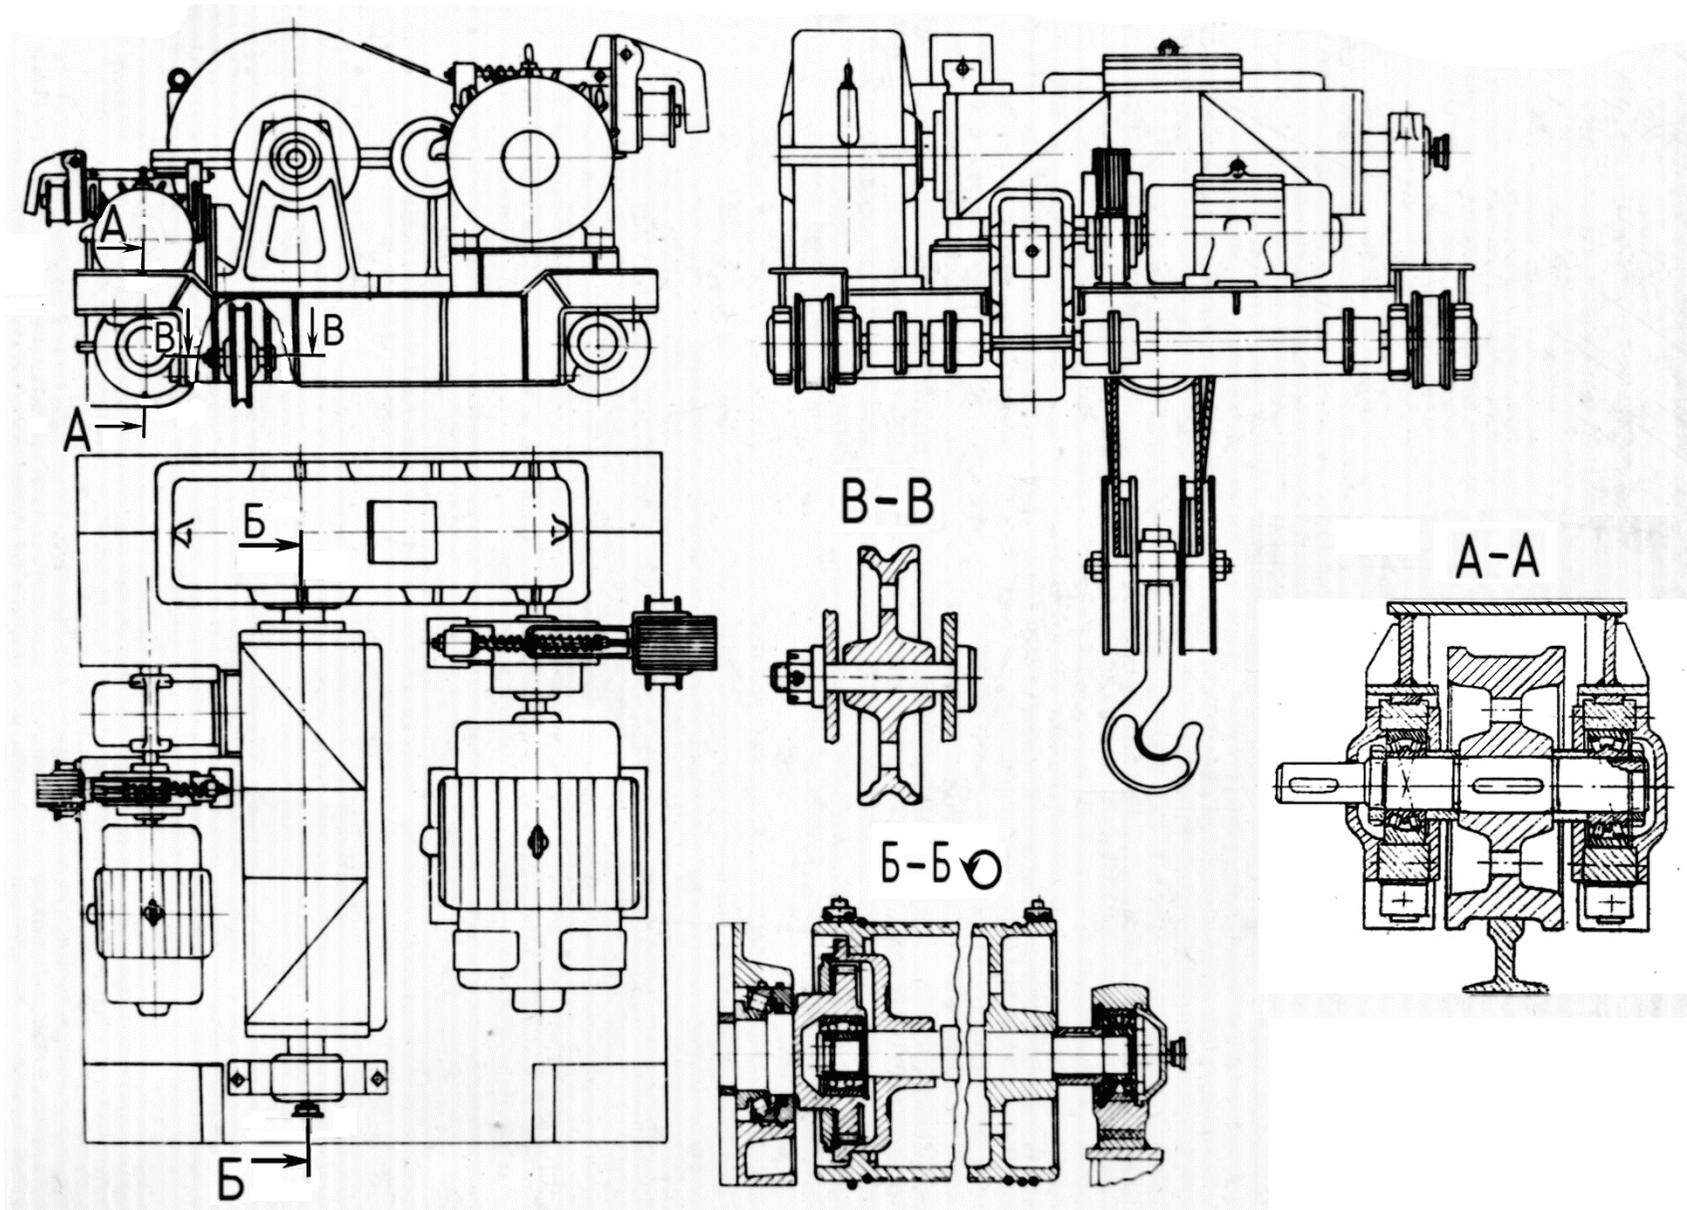

Рисунок 1 – Крановая тележка
1. При известных весе груза  $G = 30$  кН и тележки  $G_T = 10$  кН, скорости передвижения тележки  $v_T = 40$  м/мин определить мощность двигателя при установившемся движении  $P_{ст}$  и фактическое ускорение  $a_n$  при пуске крановой тележки (рис. 1). Недостающими данными задаться.
2. При известных весе груза  $G = 30$  кН и тележки  $G_T = 10$  кН, скорости передвижения тележки  $v_T = 40$  м/мин проверить прочность вала  $d = 40$  мм и подшипников буксы (рис. 1, А-А). Расстоянием между подшипниками и недостающими данными задаться.
3. При известных весе груза  $G = 50$  кН, скорости его подъема  $v_{гр} = 10$  м/мин определить потребную мощность двигателя  $P_{ст}$  и проверить его на разгон по условию  $a_n \leq [a_n]$  (время пуска  $t_n$  найти из уравнения пускового момента) (рис. 1). Допускаемое ускорение при пуске  $[a_n] = 0,6$  м/с2.
4. При известном весе груза  $G = 40$  кН определить диаметр оси и проверить прочность элементов узла уравнительного блока (рис. 1, В-В). Расстоянием между опорами блока задаться.
5. Определить тяговое усилие передвижения тележки  $W_c$  и проверить прочность шпонок узла буксы (рис. 1, А-А). Вес груза  $G = 40$  кН, тележки  $G_T = 10$  кН, диаметр ходового колеса  $D_{хк} = 200$  мм, диаметр вала  $d = 50$  мм. Материал шпонки и колеса – сталь 45. Недостающими данными задаться.
6. При известных весе груза  $G = 30$  кН и тележки  $G_T = 10$  кН, скорости передвижения тележки  $v_T = 40$  м/мин, диаметре ходового колеса  $D_{хк} = 200$  мм определить тормозной момент  $T_T$ . Проверить отсутствие буксования колес при пуске и юза при торможении (рис. 1). Кран работает в помещении.
7. При известных весе груза  $G = 50$  кН, скорости подъема  $v_{гр} = 10$  м/мин проверить прочность элементов узла барабана (рис. 1, Б-Б). Диаметр барабана  $D_1 = 315$  мм. Остальными размерами барабана задаться.
8. При известных весе груза  $G = 50$  кН, скорости подъема груза  $v_{гр} = 20$  м/мин и режиме работы ПВ = 15 % определить тормозной момент  $T_T$  и время торможения  $t_T$  опускающегося груза (рис. 1).
9. При известных диаметре каната  $d_k = 10,5$  мм, ПВ = 25 %, высоте подъема  $H = 12$  м и скорости подъема груза  $v_{гр} = 20$  м/мин определить диаметр  $D_1$ , длину  $L_{бар}$  и частоту вращения  $n_{бар}$  барабана (рис. 1). Недостающими данными задаться.
10. При известных весе груза  $G = 50$  кН, скорости подъема  $v_{гр} = 15$  м/мин, допустимом времени пуска  $[t_n] = 0,8$  с определить статическую мощность двигателя  $P_{ст}$  и проверить его на разгон по условию  $t_n \geq [t_n]$  (рис. 1). Недостающими данными задаться.